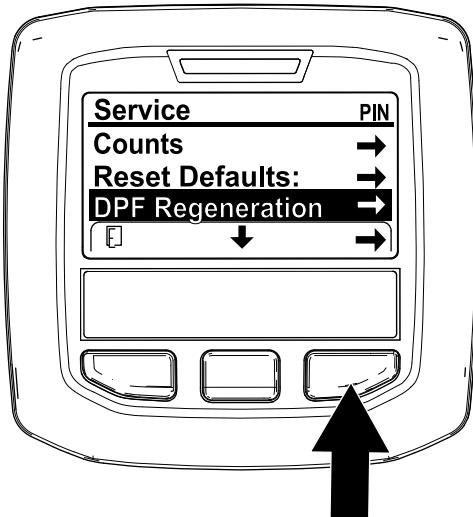

Рисунок 6
- Перейдите к меню Service (Техобслуживание), нажмите среднюю кнопку для прокрутки вниз к опции DPF REGENERATION (РЕГЕНЕРАЦИЯ DPF) (Рисунок 6).
2. Нажмите правую кнопку для выбора позиции DPF Regeneration (Регенерация DPF) (Рисунок 6).